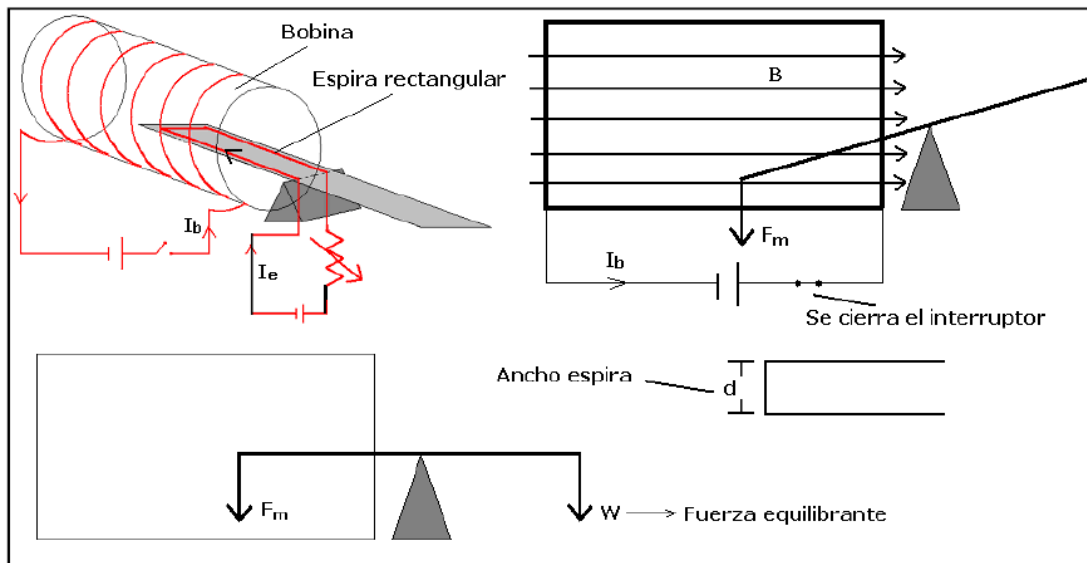

Figura 2. Montaje Experimental
Cuando se cierra el interruptor como se muestra en la **figura 2** la balanza se desequilibra debido a la fuerza magnética sobre la espira. La magnitud de esta fuerza se puede calcular con la expresión:
2. Conecte la fuente de corriente directa a la espira y ajuste una corriente inicial de 1A de tal forma que la balanza se desequilibre del lado mostrado en la **figura 2** por acción de la fuerza magnética.